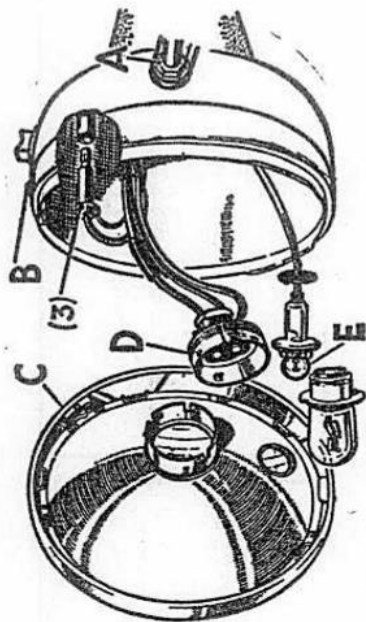

Fig. 33. Phare démonté pour extraction de l'ampoule.
Pour effectuer un réglage, desserrer le montage latéral (A) Fig. 33 et le déplacer jusqu'à ce que l'on obtienne la mise au point correcte. Finalement, resserrer les vis de fixation.
Pour accéder à l'ampoule de phare, desserrer la vis de retenue de la couronne avant (B) située à la partie supérieure du corps (Fig. 33). Dégager et extraire la couronne avant et l'ensemble d'éclairage (C), en dégageant le bord supérieur en premier lieu. Presser et tourner l'adaptateur et extraire l'ampoule défectueuse. Après avoir posé l'ampoule de rechange, procéder à l'inverse de la méthode décrite ci-dessus pour remonter le phare. Les ampoules sont du type préfocalisé de 12 volts, 50/40 watts.
Dégager et extraire la couronne avant et l'ensemble d'éclairage. Le porte-ampoule de feu de stationnement et l'ampoule (E) Fig. 33 peuvent alors être extraits du réflecteur où ils sont montés par simple poussée. Utiliser une ampoule de 12 volts, 6 watts.